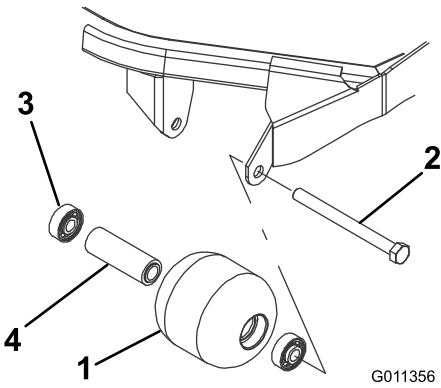

图73
1. 卸下滚筒安装螺栓 图73。
4. 检查滚筒壳体、轴承以及轴承隔片是否受损 (图73)。更换受损的组件和总成。
1. 将第一个轴承按入滚筒壳体 (图73)。仅按住外座圈或同时按住内、外座圈。
2. 插入隔片 (图73)。
3. 将第二个轴承按入滚筒壳体 图73 同时按住内、外座圈直至内座圈接触到隔片。